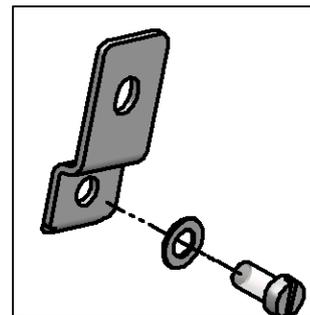

Abb. 5-2 Wandbefestigungsset
- Hängen Sie den Elektro-Betäuber mit unserem Wandbefestigungsset* (Abb. 5-2) in einer Höhe von mindestens 1,6 m auf.